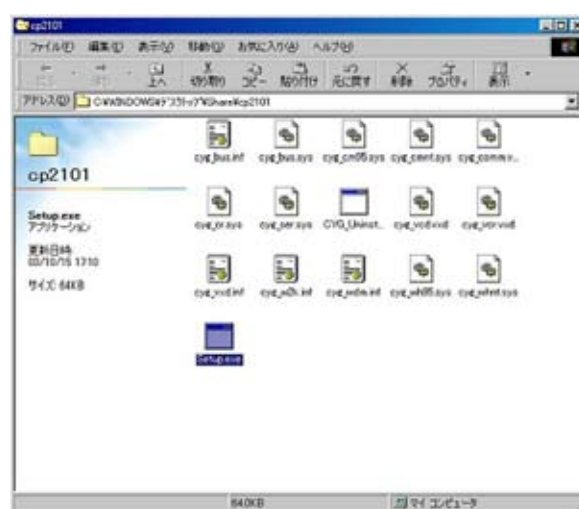

図 2. cp2101 フォルダの内容
2. 「cp2101」フォルダーの中の「Setup.exe」をダブルクリックします。(図 2 参照)